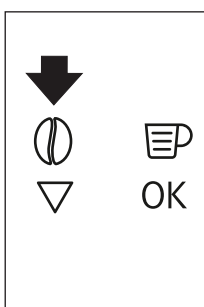

Рис. 15
- ▶ Нажмите сенсорную кнопку Ⓞ (B4) (Рис. 15), чтобы выключить функцию приготовления молотого кофе и вернуться в режим приготовления кофе из кофейных зерен.